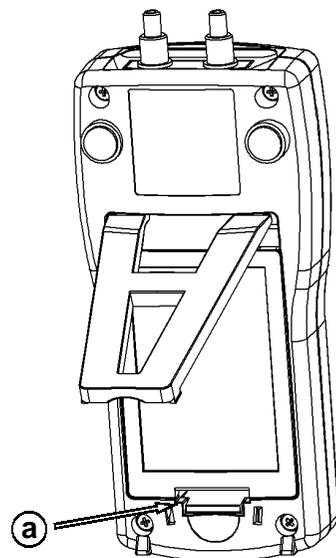

Fig. 2: Accesso vano pile.
- Inserire le batterie in dotazione nell'apposito vano facendo attenzione alle polarità. Per togliere il coperchio del vano batterie si deve praticare una lieve pressione verso l'interno sulla leva plastica (a di fig. 2).